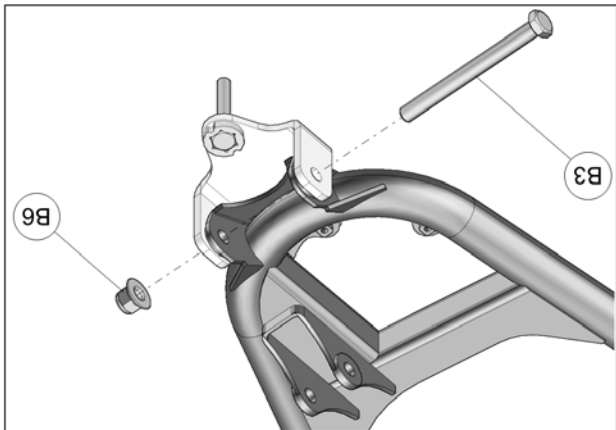

Fig. 8
7. Insérer le nouveau boulon M12 (B3) à travers l'ancrage, le bras de suspension inférieur et le moyeu de roue. Fixer l'écrou M12 (B6) sur le boulon. Serrer l'écrou à la main temporairement. Voir la Fig. 8